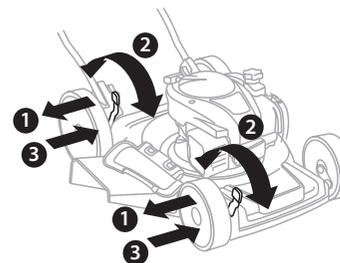

Fig. 8
1. La altura de la cuchilla al suelo se puede ajustar a 6 posiciones de altura desde 1,25 pulgadas a 3,75 pulgadas (Fig.8).
2. Para cambiar la altura de corte, presiona la palanca de ajuste de altura hacia la rueda (1).
3. Mueve la palanca hacia arriba o hacia abajo hasta la posición deseada (2), suelta la palanca para bloquear la rueda en posición (3). Comprobar que las ruedas traseras y las delanteras están a la misma altura.